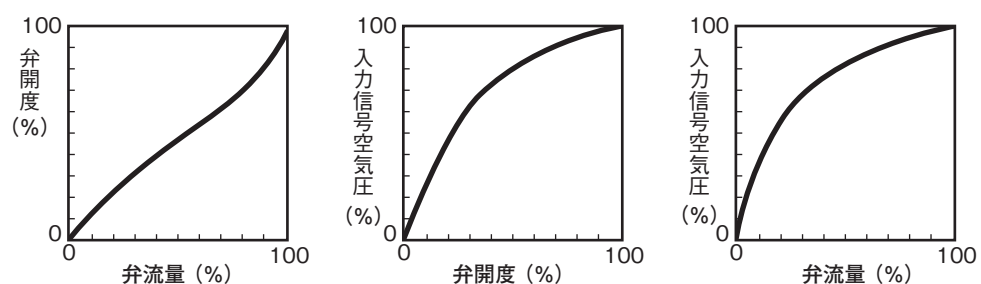

図5-10 カム使用例 フローウィングバルブ(フルポート・逆作動)の場合
- 【2】 図5-10を参照し、プロセスに適する流量特性の得られるカム特性を選定します。